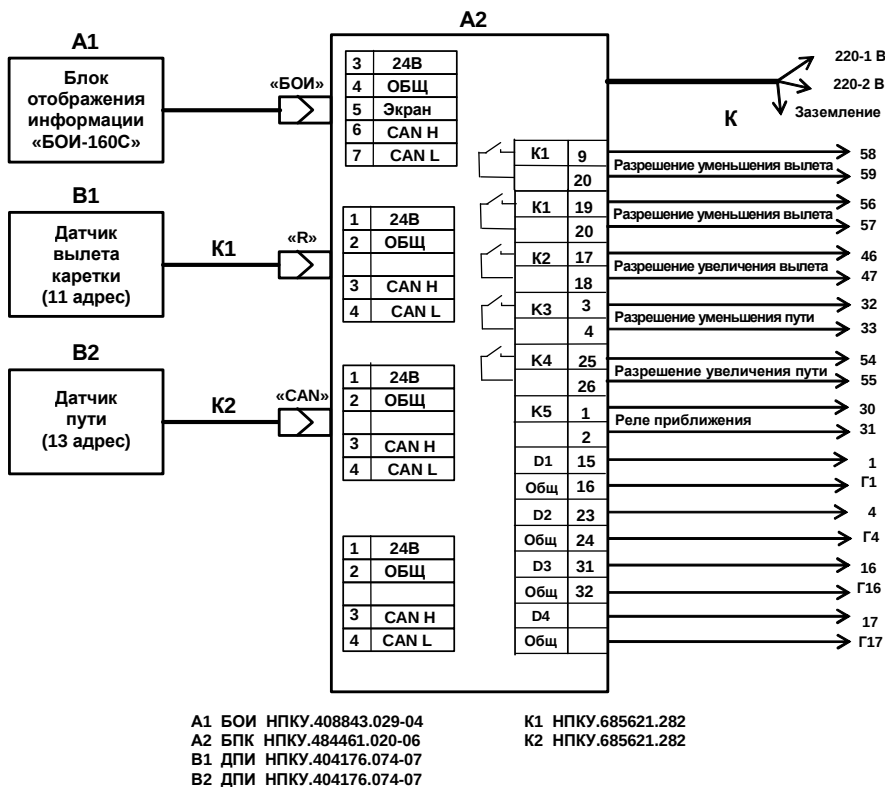

Рисунок 12 – Схема подключения ОНК-160С-71
4.4.1 Руководствуясь схемой подключения составных частей ограничителя к системе управления крана (см. рисунок 12), подключить кабели к блокам и датчикам ОНК в соответствии с маркировкой составных частей.